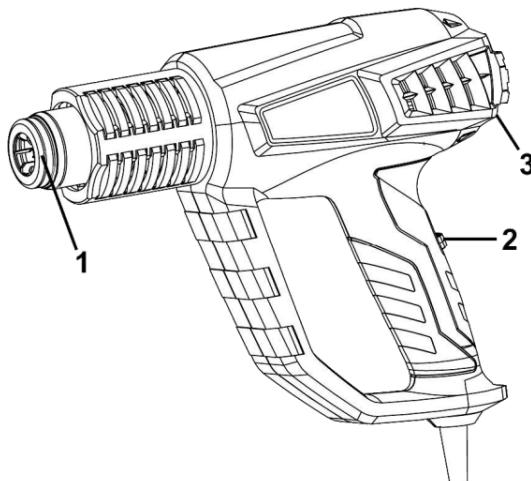

Рисунок 1
2.2.1 Конструкція виробу вміщена в корпус з термостійкого пластику і складається з наступних основних частин: нагрівального блоку в складі нагрівального елементу спірального типу в термоізоляючому кожусі з вихідним сталевим соплом нагрітого повітря (1); компресорного блоку у складі колекторного двигуна змінного струму з відцентровим повітряним компресором; перемикач/вимикач температурних режимів (2) з плавним регулюванням маховичком (3), – згідно рис.1. Корпус обладнаний кільцевою рукояткою з захистом руки та торцевою опорою для міжоператорійного зберігання сопломверх. Електрична частина виробу складається з колекторного однофазного електродвигуна змінного струму, перемикача електроіструму, електронного блоку управління з регулятором температури, з'єднувальних проводів і мережевого шнура. Захист від ураження електричним струмом користувача у виробу відповідає класу II за ДСТУ EN 61140:2015.